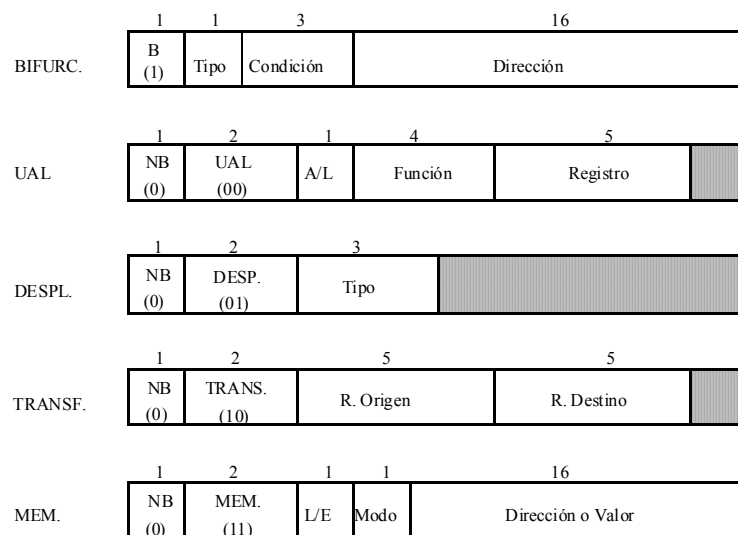

Figura 67-16-3 Microinstrucciones verticales de formato variable
C) Microinstrucciones verticales de formato variable. Representan un nivel adicional de codificación frente al formato vertical fijo. Como se indicó anteriormente, hay 5 tipos de operaciones. A cada uno de ellos se le asigna un formato especial de microinstrucción, según se muestra en la Figura 67-16-3. En este caso, el ancho de palabra de control es de un mínimo de 21 bits.